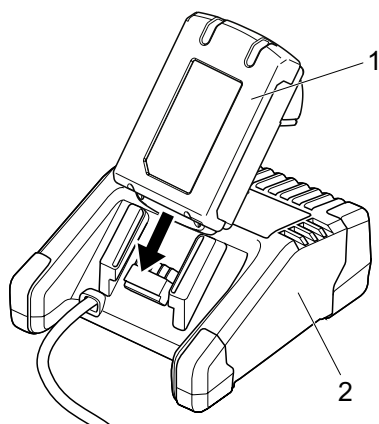

Fig. 10: Carica della batteria
1. Collegare il caricabatterie (Fig. 10/2) all'alimentazione.
2. Inserire la batteria (Fig. 10/1) nel caricabatterie.
3. Rimuovere la batteria (Fig. 10/1) dal caricabatterie non appena ha raggiunto il livello di carica desiderato.
4. Dopo la ricarica, scollegare il caricabatterie (Fig. 10/2) dall'alimentazione.